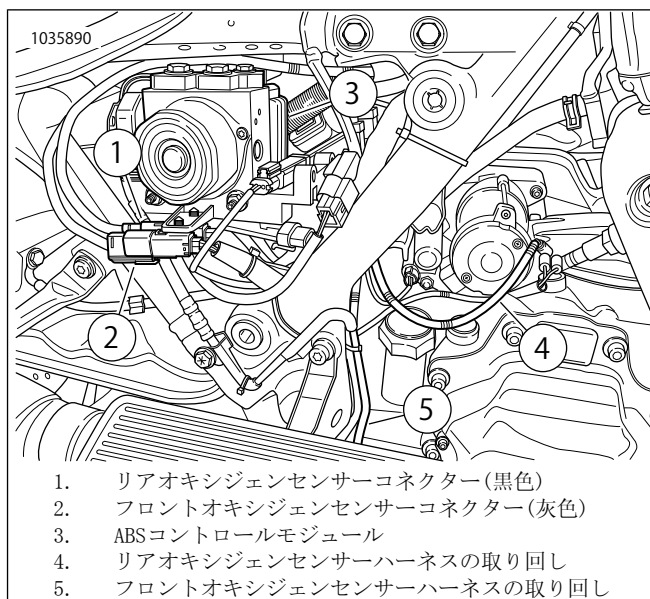

図16。ATMセンサーハーネスの取り回し
16. 図16を参照。フロントオキシジェンセンサー(5、長いハーネスリード):